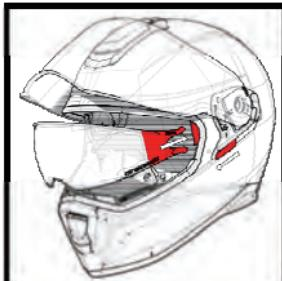

Fig.6
- 5.2 Insertar y enganchar la pantalla humo realizando una ligera presión en las zonas laterales Fig 6.